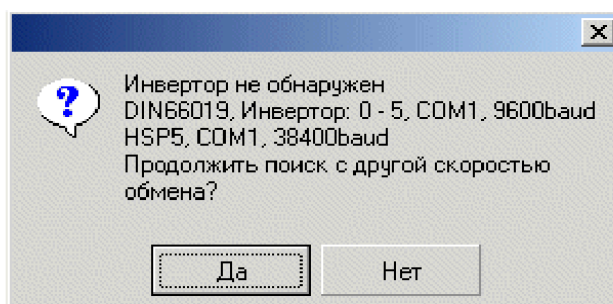

Рисунок 7
2.2. При каждом запуске программы она автоматически выполняет поиск подключенных инверторов. В случае отсутствия таковых, или некачественного соединения, выдаётся сообщение об ошибке (рис. 7), а также предлагается произвести поиск в автоматическом режиме, но с другой скоростью обмена.